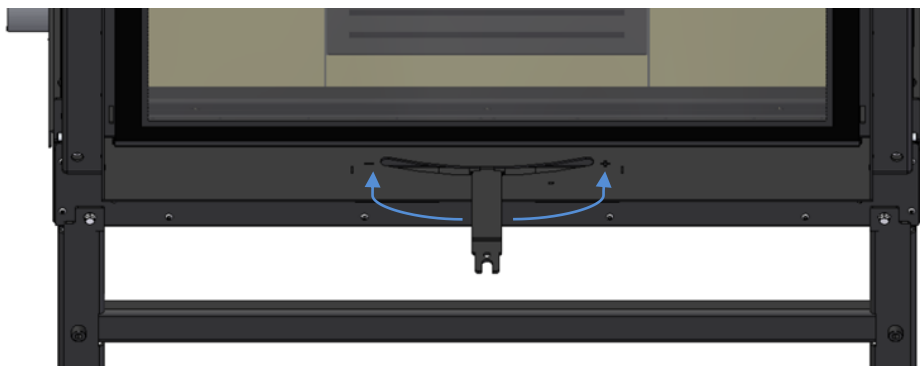

Figure 35
Pour ouvrir les registres d'air – Faites glisser le régulateur vers la droite (référéncé par le symbole « + ») avec la clé qui vient dans l'équipement, pendant la phase d'éclairage et une plus grande consommation de bois de chauffage, voir Figure 35.
- a) Ouvrez le régulateur d'air de combustion, déplacez-le sur la position « + » (voir Figure 35).